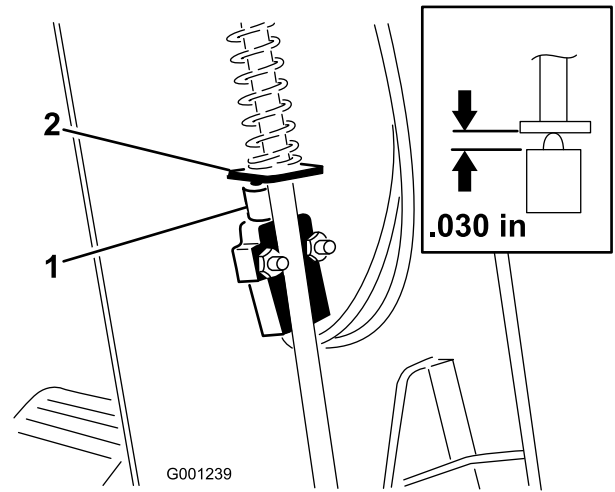

Figura 62
3. Faça deslizar a cobertura para cima, ao longo da coluna de direcção, de modo a expor o interruptor do travão de mão (Figura 62).
5. Alinhe a aleta da barra do travão de mão com o êmbolo do interruptor (Figura 62).
6. Pressione a barra do travão de mão para baixo e empurre para cima o interruptor até que o comprimento da mola em compressão do êmbolo do interruptor seja de 0,762 mm (Figura 62, em destaque). Esta é a distância entre a aleta da barra do travão e a estrutura do êmbolo do interruptor.